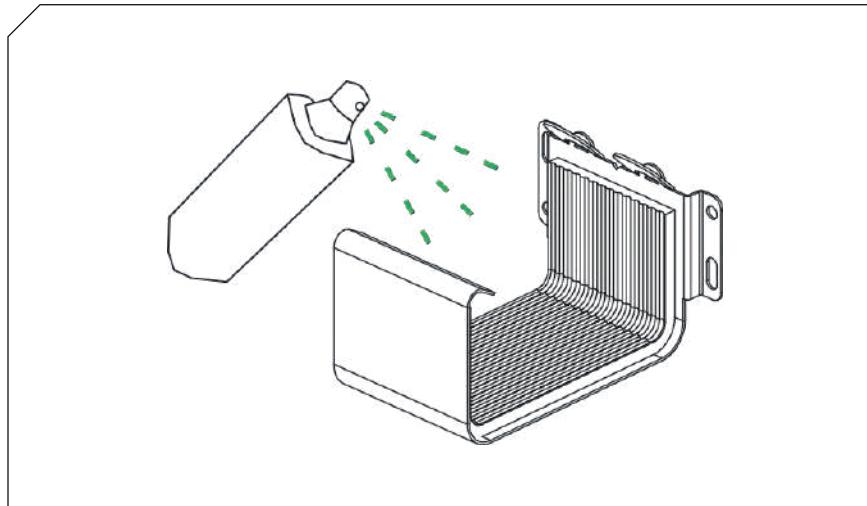

Рисунок 12
4.4. Прежде чем устанавливать желоб в разъем, обязательно распылите силиконовый спрей! (рисунок 12)